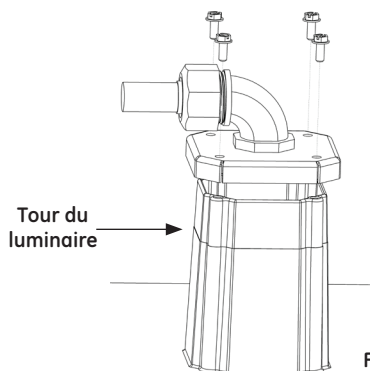

FIGURE 2
- Serrez fermement la nouvelle plaque d'accès avec le coude conduit sur le luminaire en utilisant les vis fournies initialement avec la plaque d'accès originale (voir figure 2)